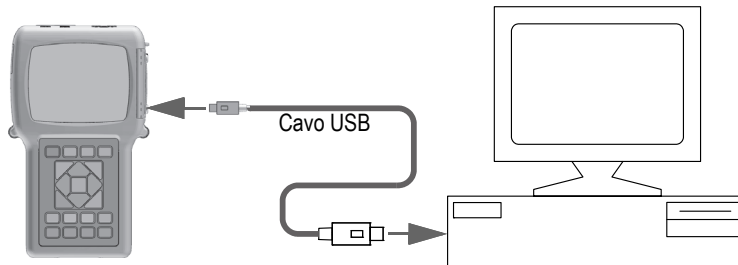

Figura 14-2 Collegamento del 39DL PLUS al computer
9. Connettere un terminale del cavo USB al connettore USB client protetto dallo sportellino I/O e connettere l'altro terminale in una porta USB del computer (vedi Figura 14-2 a pagina 279).